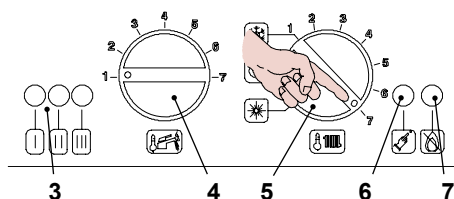
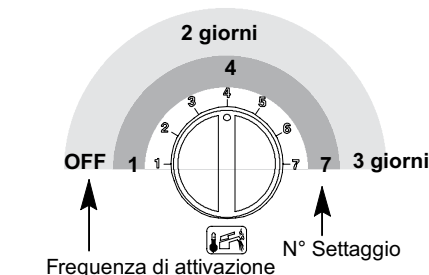

Figura 5.46
Figura 5.48
- Ruotare il selettore di funzione 5 come in Figura 5.46
- Tenere premuto il pulsante di ripristino 6 in Figura 5.46 per circa 10 secondi, la lampada di blocco 7 inizierà a lampeggiare.
- Per visualizzare il settaggio impostato tenere premuto il pulsante di ripristino 6 in Figura 5.46 per circa 5 secondi. Le spie di segnalazione 3 lampeggeranno un numero di volte pari al settaggio (Figura 5.48).
Per cambiare il settaggio ruotare la manopola regolazione temperatura sanitari 4 e posizionarla per la **Frequenza di attivazione** prescelta Figura 5.48 (nella figura es. manopola settata per **Frequenza di attivazione ogni 2 giorni**), la lampada di segnalazione blocco 7 lampeggia velocemente.